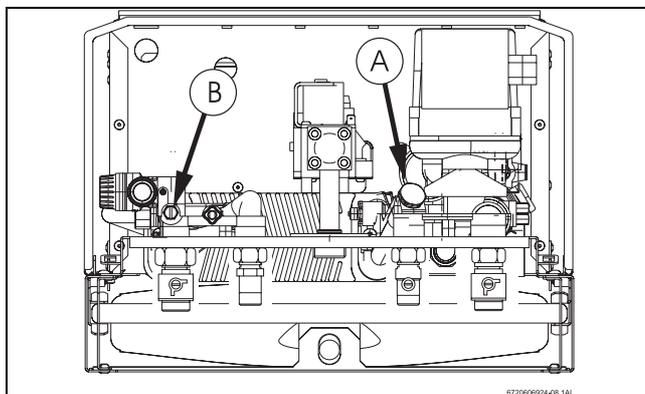

Fig. 27
- Rimuovere il tappo (Fig. 27, pos. A).
- Scaricare l'acqua di caldaia mediante l'apposito scarico presente nell'apparecchio, (Fig. 27, pos. B), presso il circuito di mandata del riscaldamento.